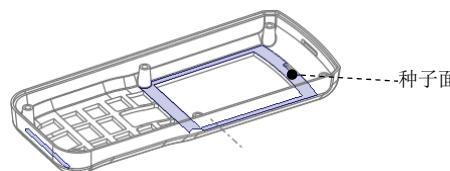

图 31.13 定义种子面
(1) 采用“种子面与边界面”的方法选取所需要的曲面。用户分别选取种子面和边界面后，系统则会自动选取从种子曲面开始向四周延伸直到边界曲面的所有曲面（其中包括种子曲面，但不包括边界曲面）。
(2) 下面先选取“种子面”(Seed Surface)，操作方法如下：将模型调整到图 31.13 所示的视图方向，先将鼠标指针移至模型中的目标位置，即图 31.13 中的内表面（种子面）附近，右击，然后在弹出的快捷菜单中选取 **从列表中拾取** 命令，选择 **曲面:F1(外部合并):PHONE_COVER_MOLD_REF_01** 选项，此时图 31.13 中的内表面会加亮，该面就是所要选择的“种子面”。最后，在“从列表中拾取”对话框中单击 **确定①** 按钮。